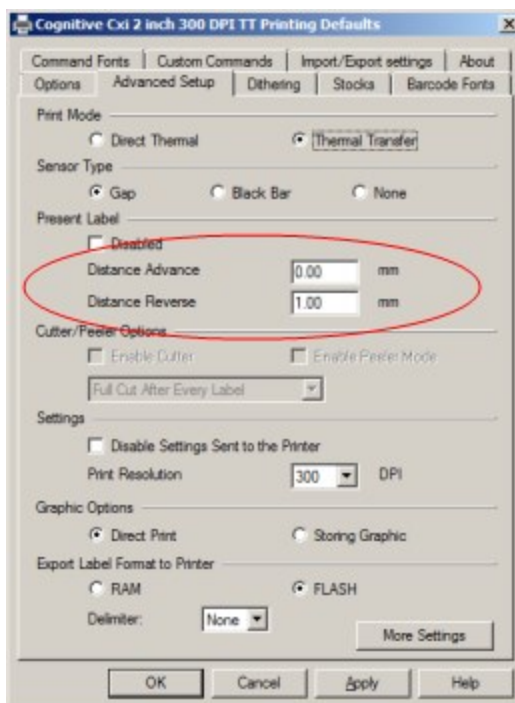

Figure 10-27: Zmiana nazwy zasobów etykiet
**i** Może pojawić się komunikat o błędzie **Stock name already used by system form database** (nazwa zasobów jest już używana przez systemową bazę danych) po kliknięciu **OK**. W tym przypadku należy zmodyfikować dane w polu **Name** (nazwa) w oknie dialogowym **Define Stock** (zdefiniuj zasoby), jak pokazano na Figure 10-27, a następnie kliknąć **OK**.